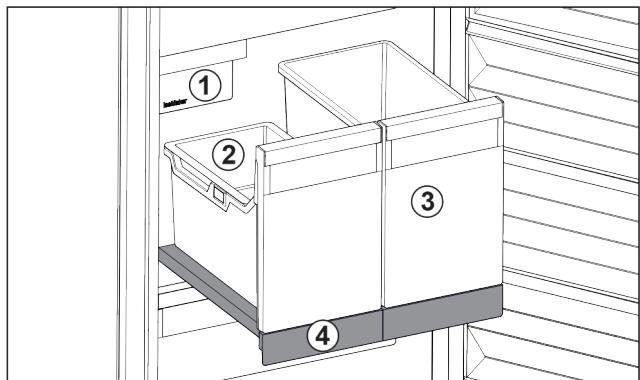

Fig. 103 Vyťahovacia polička s IceTower
- (1) IceMaker
(2) Závesná miska na kocky ľadu
(3) Nádoba napríklad na pizzu, alkoholické nápoje
(4) Vyťahovacia polička
Na vyťahovacej poličke sú dve vysoké nádoby (IceTower). V nádobe Fig. 103 (2) sa hromadia a skladujú kocky ľadu z IceMaker. Nádoba Fig. 103 (3) sa hodí na skladovanie vysokých potravín, ako sú pizze alebo alkoholické nápoje.